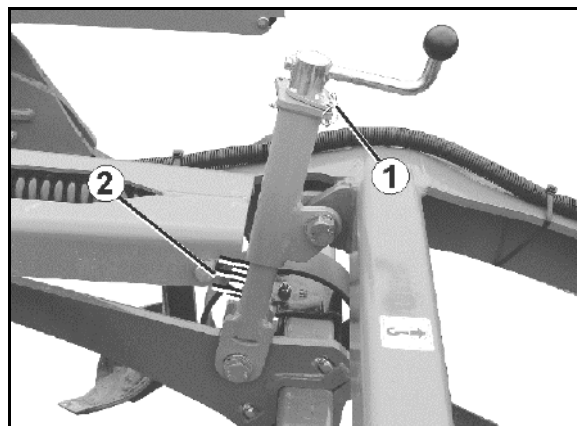

Bild 32
1. Ta ut låssprinten (Bild 32/1).
- För orientering finns en skala anbringad på inställningsenheterna (Bild 32/2).